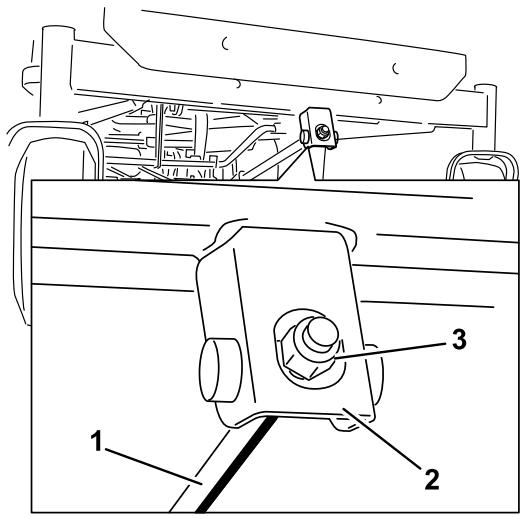

Figure 52
- Pour régler l'inclinaison avant/arrière des lames, tournez l'écrou de réglage à l'avant du tablier de coupe (Figure 52).